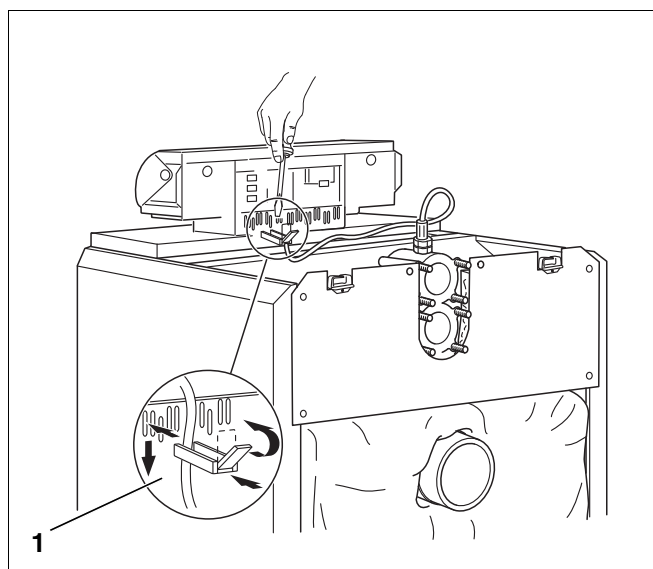

Fig. 47 Fissaggio dei cavi di collegamento elettrici
- Inserire le fascette serracavo complete di cavo di collegamento nel listello di cablaggio e fissare piegando la leva (fig. 47, [1]).